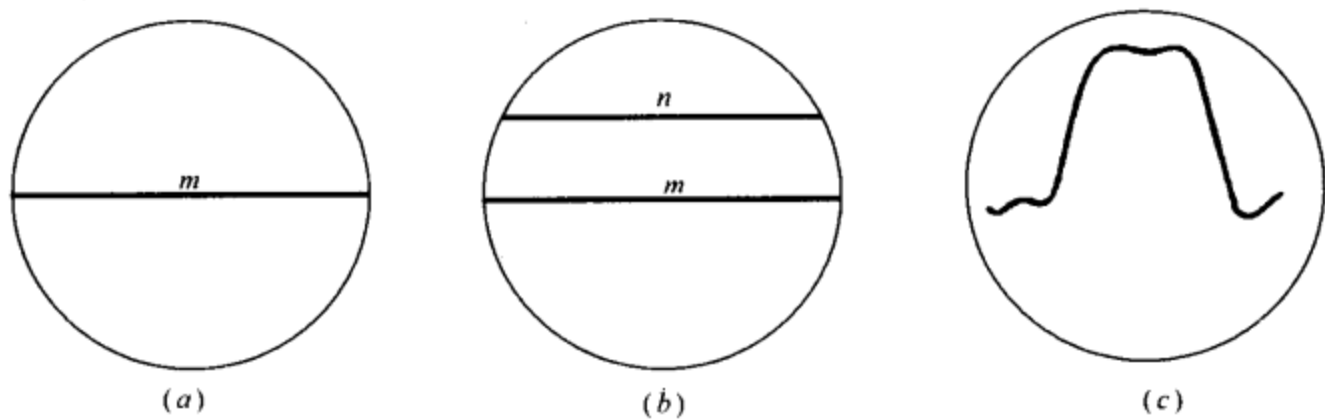

图 4-2 屏幕上显示的内容
(1)在 X 轴上加扫描电压,经调整后可出现一条水平亮线,这是扫描基线(时基线),如图 4-2(a)所示的 m 线。
(2)将从扫频仪输出的扫频信号通过电缆线送到扫频仪的 Y 轴输入端,在屏幕上又显示出一条与扫描基线平行的线,这条线叫扫频线,如图 4-2(b)所示的 n 线。
(3)屏幕上显示出扫频线是为显示被测电路的频率特性曲线打基础的。要显示电路的曲线就得先显示出与它对应的扫频线。例如,要显示某电视机中放电路的频率特性曲线,就要先将频率范围为 $29\text{MHz}\sim 39\text{MHz}$ 的扫频信号调出来,而调这个频率范围的扫频信号必须借助于“扫频线”才能调出来;在调好了与频率范围为 $29\text{MHz}\sim 39\text{MHz}$ 的扫频信号对应的扫频线的基础上,再将这个扫频信号输送到电视机中放电路的输入端,在中放电路的输出端用带检波二极管的电缆线接到扫频仪的“Y 轴输入”端,经调整后在屏幕上就会出现中放电路的频率特性曲线,如图 4-2(c)所示。